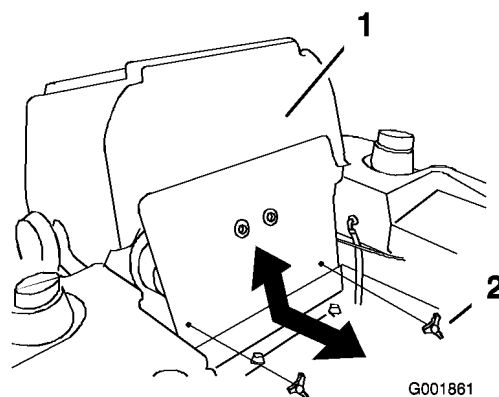

Figure 61
3. Basculez le siège en avant et déposez le panneau avant du moteur (Figure 61).
7. Posez le panneau avant du moteur (Figure 61).